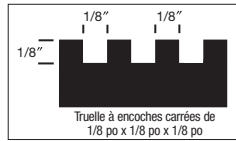

Figure 2
- Truelle à encoches carrées de 1/8 po x 1/8 po x 1/8 po (Figure 2)
- Étaler des quantités suffisantes de l'adhésif recommandé à l'aide de la truelle recommandée (Figure 2) sur une zone qui peut être recouverte dans les 60 minutes.